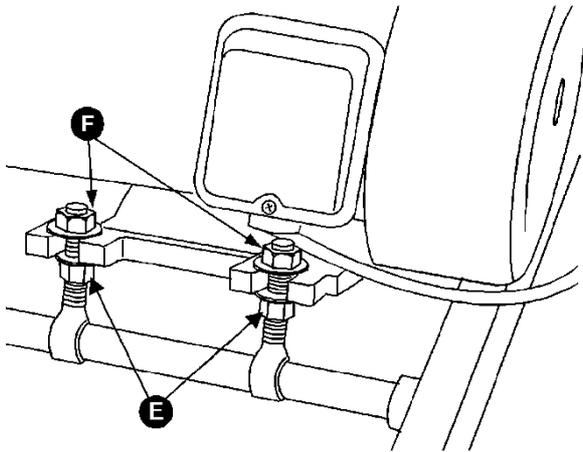

Рис. 12
3. Если необходима регулировка натяжения ремня, ослабьте одну пару шестигранных гаек (E и F, см. Рис. 12) и закручивайте другую пару, чтобы поднять или опустить держатель двигателя. Снова затяните гайки.